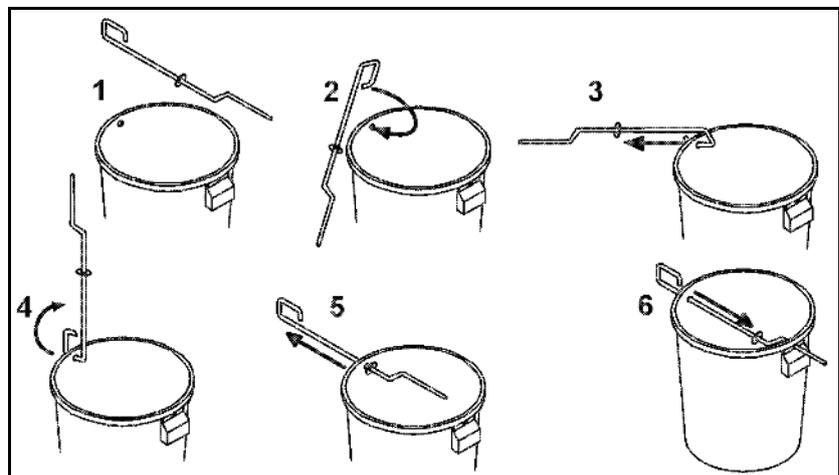

Fig. 61
- 2.1 Dévissez la vis à ailettes (Fig. 61/1) fixant le disque d'épandage et retirez ce dernier de l'arbre de boîtier.
3. Accrochez l'auge d'étalonnage (Fig. 61/2) à l'aide de l'étrier (Fig. 61/3) sur les points d'accrochage (Fig. 61/4 et Fig. 61/5) fixés au châssis.